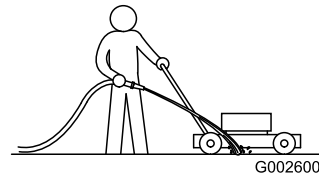

Bild 36
1. Lassen Sie den Motor auf einer flachen, befestigten Oberfläche laufen und sprühen Sie Wasser vor das rechte Hinterrad (Bild 36).